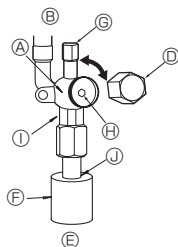

Fig. 4-5
(1) Gas-/vätskesida på ZM71 (Fig. 4-5)